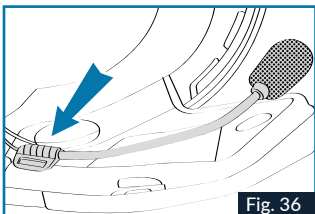

Fig. 36
5. Posizionare il microfono e fissarlo, con il velcro fornito, sul polistirolo del guanciale sinistro come indicato nella Fig. 36